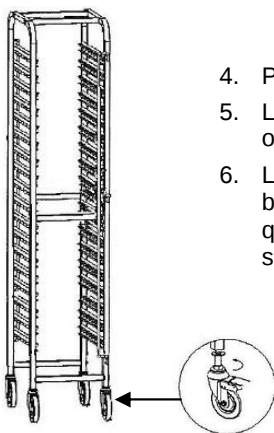

Fig. 3
5. Le chariot de transport peut être mis à niveau en vissant ou dévissant les roues pivotantes (**fig.3**).